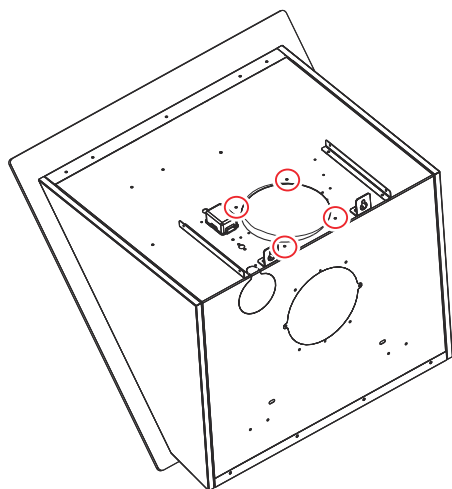

Fig. 15: Lossa motorskruvarna
1. ➤ Lossa motorskruvarna (fig. 15).